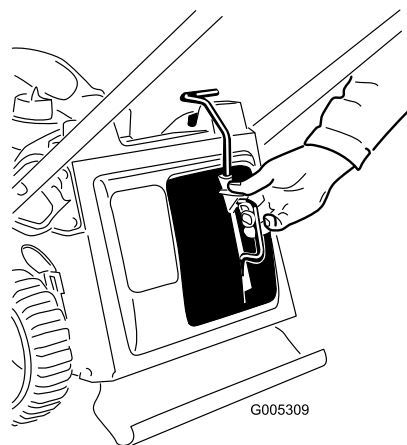

Figure 8
2. Appuyez sur le bouton du levier avec le pouce et insérez complètement l'obturateur de mulching dans l'ouverture (Figure 8).